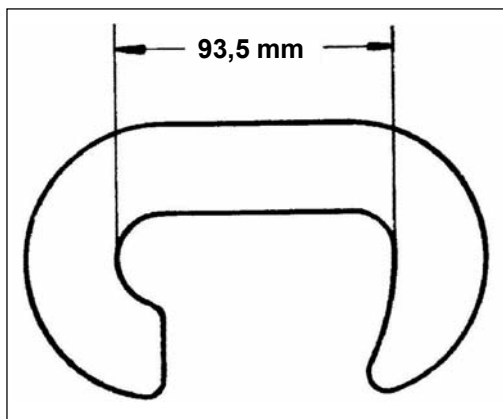

Fig 6-22. Grampo em “C”
- (ah) os grampos em “C” devem ter de 93,5 a 94 mm . As dimensões diferentes (usura) tornam o medidor inutilizável; (Fig 6-22)